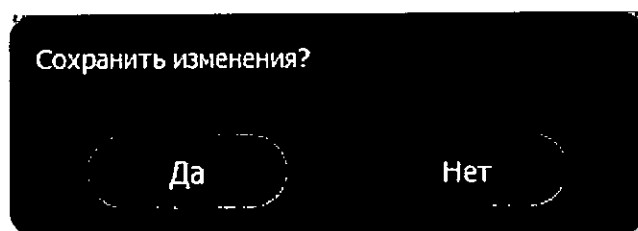

Рисунок 3.73. Подтверждение сохранения настроек
5. Для сохранения изменений настроек нажмите кнопку **Да** в окне подтверждения (рисунок 3.73). Для отказа от сохранения и возврата в режим настройки нажмите **Нет**.